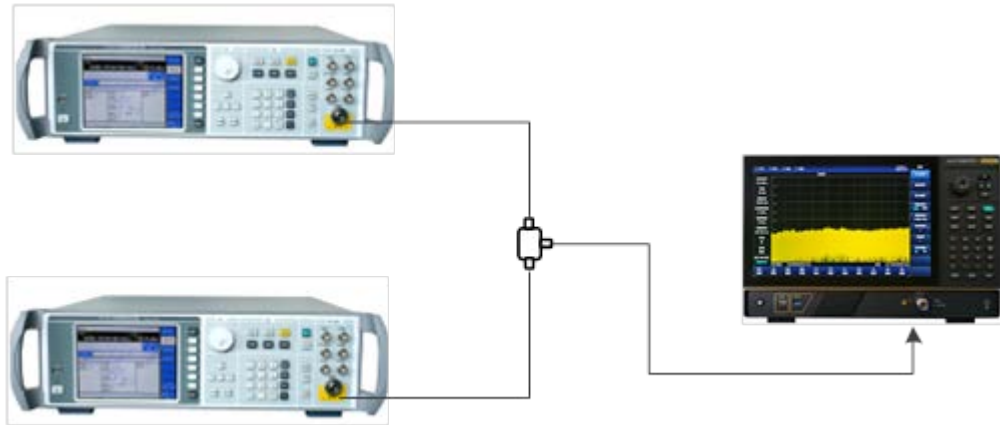

图 3.25 测试两个输入信号的仪器连接图
- 利用一个 T 型连接器，将两台信号发生器的输出连接到频谱分析仪的射频输入端口，如图 3.25 所示。设置其中一台信号发生器的频率为 300MHz，另一台信号发生器的频率为 301MHz，两台信号发生器的输出幅度均设置为 -20dBm，调节两台信号发生器的信号输出幅度，观察频谱分析仪的显示信号，使得频谱分析仪显示的两个信号幅度相等。